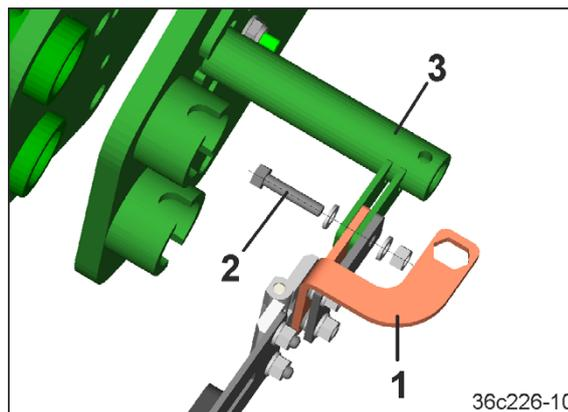

Fig. 97
5. Atornillar el brazo (Fig. 97/1) con un tornillo de hexágono interior (Fig. 97/2) al soporte (Fig. 97/3).